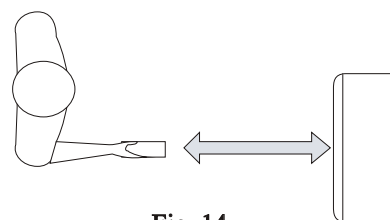

Fig. 14
- Apunte el control remoto hacia en panel frontal del equipo. (Fig. 14)